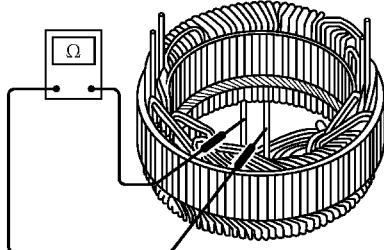

图 3-17 定子线圈电阻的检测
1) 如图 3-17 所示, 使用万用表欧姆档检测定子线圈的电阻时将万用表置于  $R \times 1$  档, 分别测量三相定子线圈每两端之间的电阻值, 应均相等, 否则表明线圈内部有断路或短路故障。